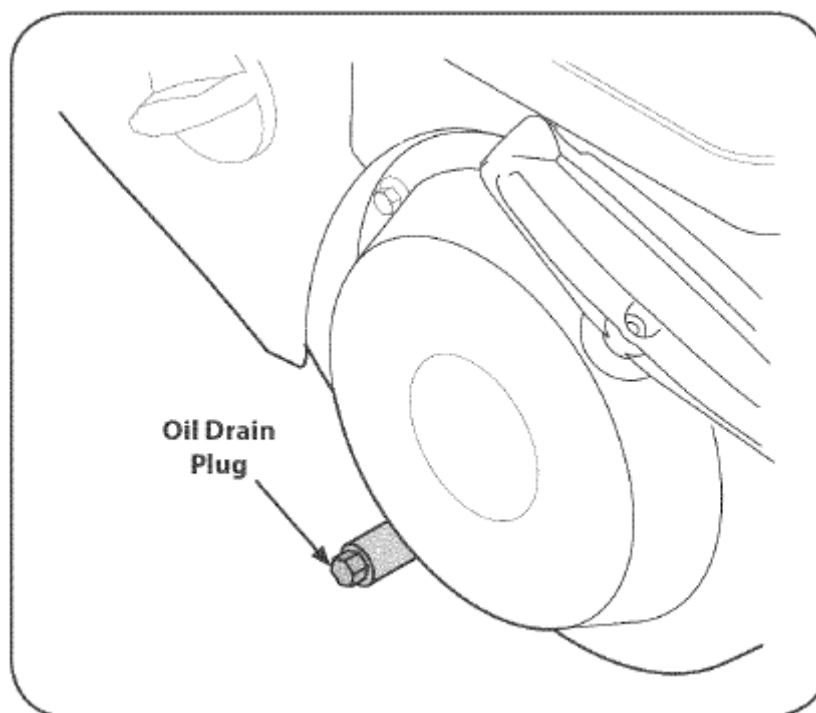

Рисунок 13
Добавляя масло в двигатель, изучите справочную таблицу вязкости, приведенную ниже (см. рис. 13). Маслосъемность двигателя составляет приблизительно 600 мл (около 20 унций). Не заливайте масло выше положенного уровня. Используйте 4-тактное масло либо эквивалентное ему сильноочищенное моторное масло высшего качества, сертифицированное как масло, отвечающее требованиям производителей автомобилей в США (классы SG либо SF), либо обладающее еще более высоким качеством. Моторные масла класса SG либо SF будут иметь на контейнере соответствующую маркировку.
3. Вытащите пробку из сливного отверстия (см. рис. 13).